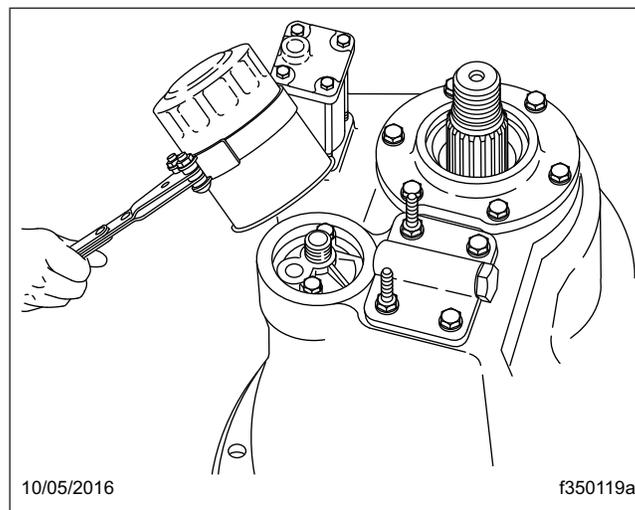

Figura 3, Cómo retirar el filtro de aceite de eje Meritor
3. Si está equipado con una bomba de aceite, use una llave de correa adecuada para filtros y retire el filtro de aceite del eje. Vea la **Figura 3**. Deseché el filtro viejo.